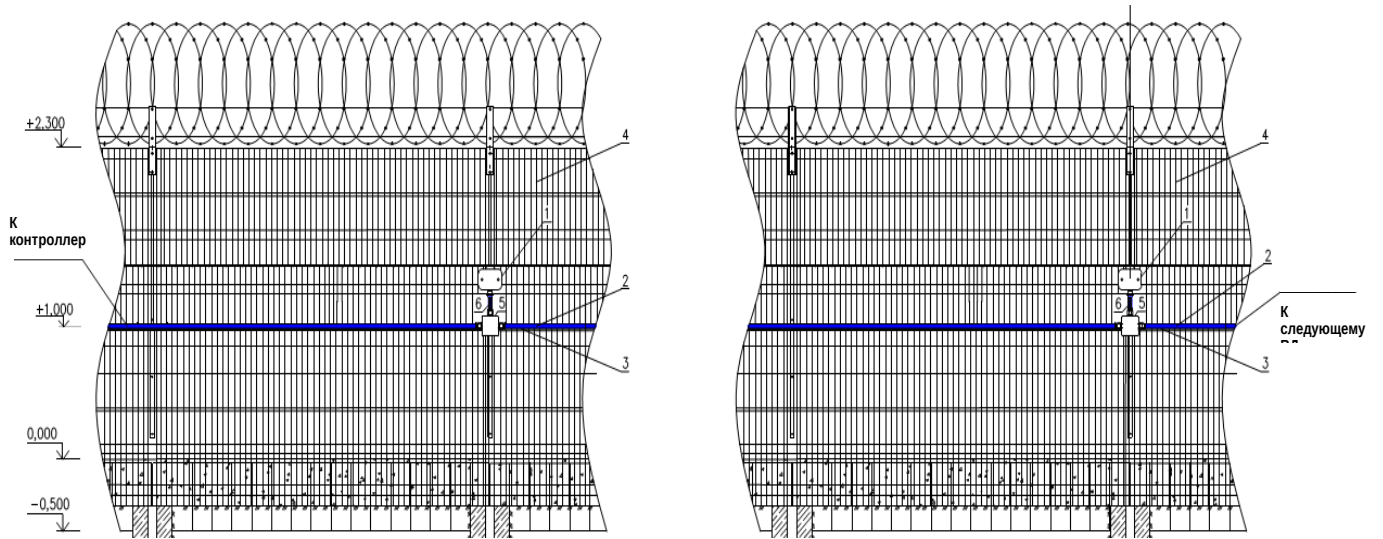

Рисунок 8. Прокладка линии связи защищенным способом ВД
1. Прокладку соединительных линий ШПС проводить при температуре не ниже -10°C . С целью сохранения целостности линий при диверсиях (разрушение ВД, перекус подводящего кабеля) рекомендуется проводить монтаж кабельных линий защищенным способом (в коробе, трубе, гофре), выполняя ответвления к каждому ВД (Рисунок 8). При таком способе монтажа вывод из строя отдельного ВД не приведет к выходу из строя всей линии связи.